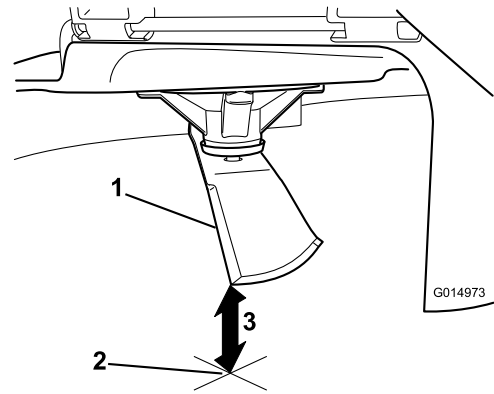

Figura 47
3. Mida desde la punta de la cuchilla hasta la superficie plana (Figura 47).